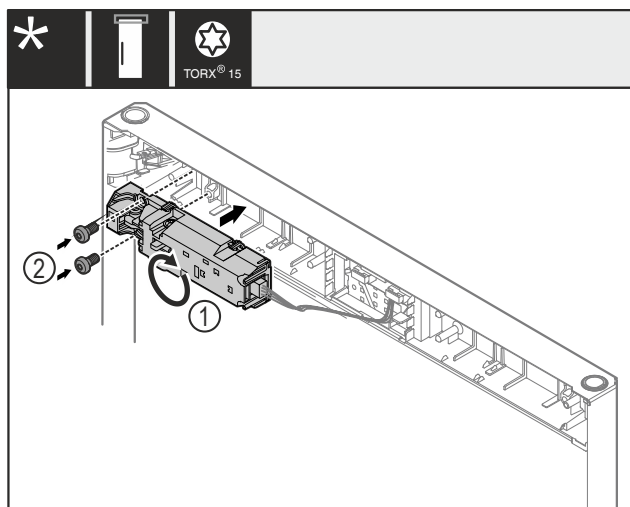

Fig. 24
- Ruotare la chiusura a distanza Fig. 24 (1) di 180° e montarla sul lato opposto.
- Fissare la chiusura a distanza Fig. 24 (1) con viti Fig. 24 (2).